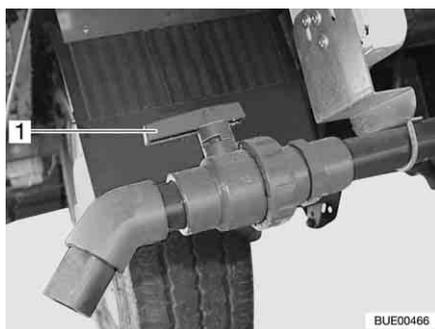
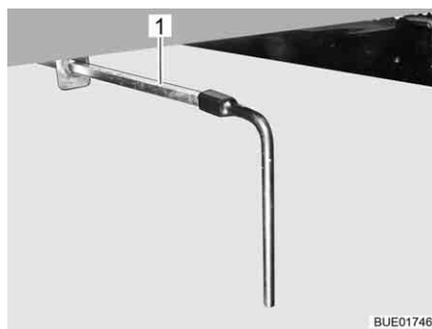

Fig. 237 Llave de desagüe
Fig. 238 Llave de desagüe (alternativa)
- Girar el tirador (Fig. 237, 1 o Fig. 238, 1) de la llave de desagüe a la posición en dirección de la circulación.